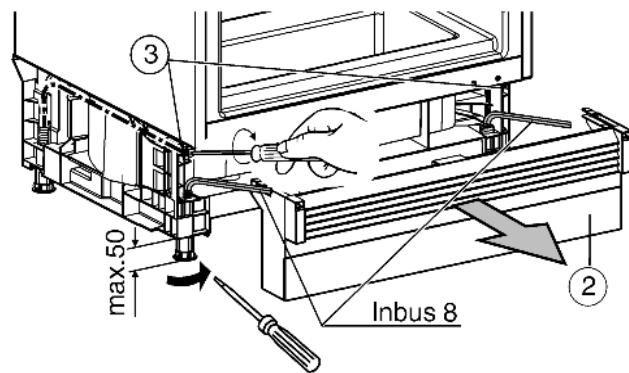

Fig. 8
- ▶ Выравнивание устройства с помощью установочных опор: выкрутите задние установочные опоры, используя винты Fig. 8 (3). Если передние установочные опоры вывернуты, то вращайте с помощью отвёртки. Если передние установочные опоры ввернуты, то выкрутите установочные ножки торцевым шестигранным ключом на 8 мм. Устройство должно быть слегка зажато в нише между полом и столешницей!